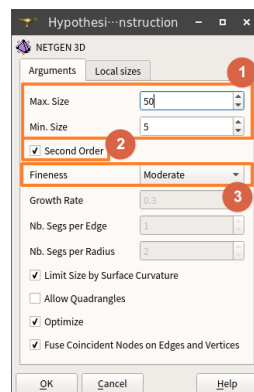

Figure 8: 8
- Figure 8에서 1번에는 엘리먼트의 사이즈 범위를 넣어준다. 모델의 크기나 세부 형상 부분의 치수 등을 고려해서 적절하게 넣어준다.